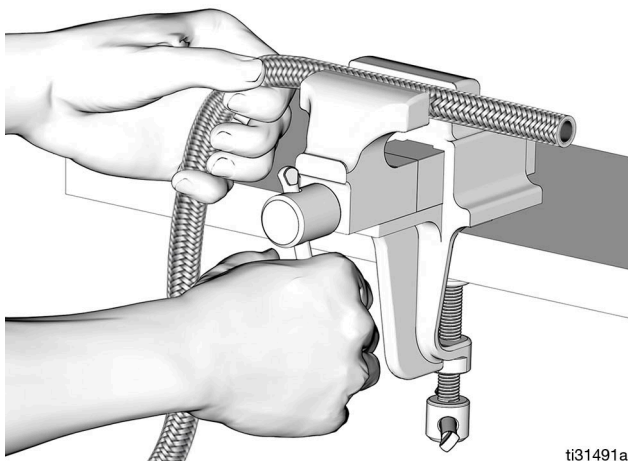

Рис. 63
1. Зафиксируйте конец шланга в тисках (Рис. 63).